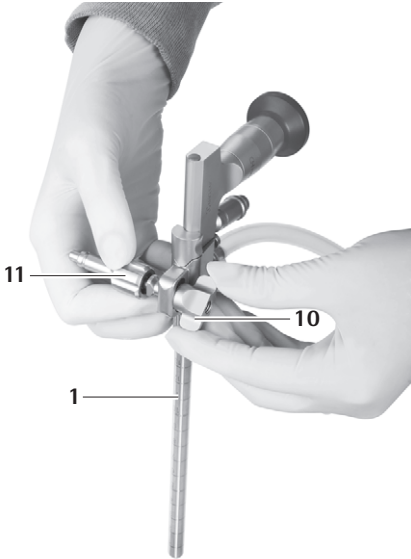

Fig. 19
- ▶ Enroscar la tuerca de mariposa **10** hasta que se fije el adaptador para brazo de soporte **11**, ver Fig. 19. El Trocar MINOP InVent **1** está preparado para adaptarse en el brazo de soporte.